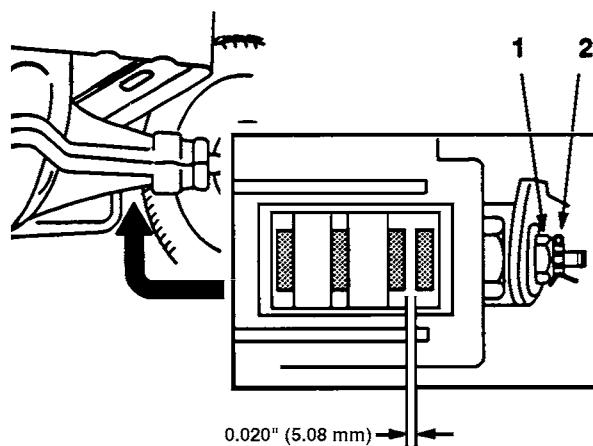

Bild 16
Die Bremse befindet sich an der rechten Seite der Hinterachse, an der Innenseite des Hinterrads (Bild 16). Sollte die Bremse die Maschine nicht richtig halten oder die Bremswirkung ist unbefriedigend, muß die Bremse justiert werden.
3. Um die Bremse einzustellen, entfernen Sie den Stift, und lockern Sie die Mutter zum verstellen der Bremse etwas (Bild 16).
4. Vorsichtig eine Meßlehre (5,08 mm) zwischen die zwei äußeren Bremsbacken einführen (Bild 16).